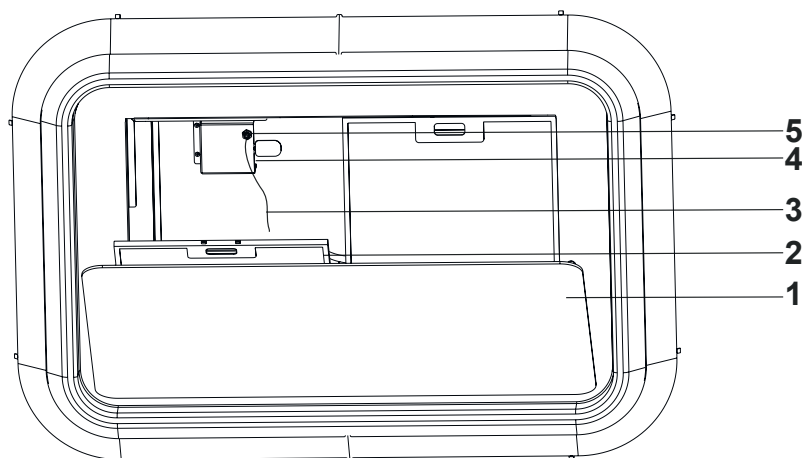

Fig. 13
- 7.** ➤ Luta ut kantsugplattan genom att ta tag i hörnen och dra försiktigt i den (Fig. 13/1).
Ta bort fettfiltrena (Fig. 13/2) och dra stålvajrarna genom säkerhetslåsen uppifrån och ner (Fig. 13/5). Gör detta med alla de 4 medföljande stålvajrarna.